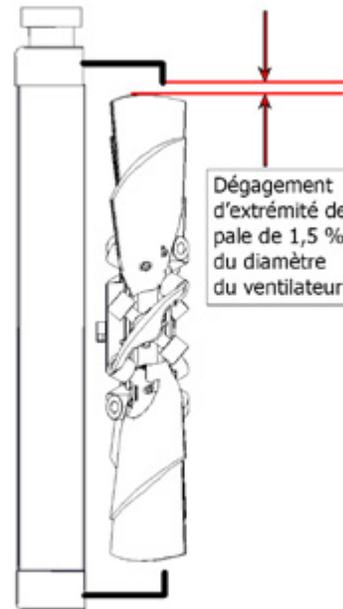

Figure 9
4. Faites tourner le ventilateur à la main et vérifiez que rien ne le bloque. Raccordez le tuyau pneumatique ou hydraulique au ventilateur et effectuez une dernière vérification. Faites tourner le ventilateur à la main avec le pas des pales inversé et vérifiez qu'il n'y a pas d'obstructions et que l'extrémité du ventilateur est bien dégagée, si vous avez la possibilité de le faire sans démarrer la machine. Flexxaire recommande un dégagement adéquat de 1,5 % du diamètre du ventilateur. Votre conception peut nécessiter un dégagement supplémentaire. Voir la figure 9.